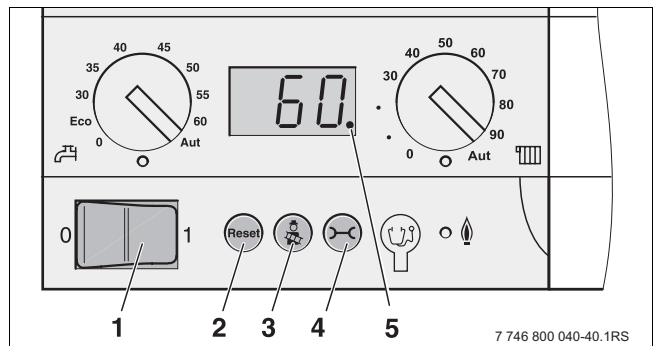

Bild 55 Bedienfeld des Basiscontrollers
- Betriebsschalter (→ Bild 55, (1)) am Bedienfeld des Basiscontrollers auf „0“ (Aus) stellen.